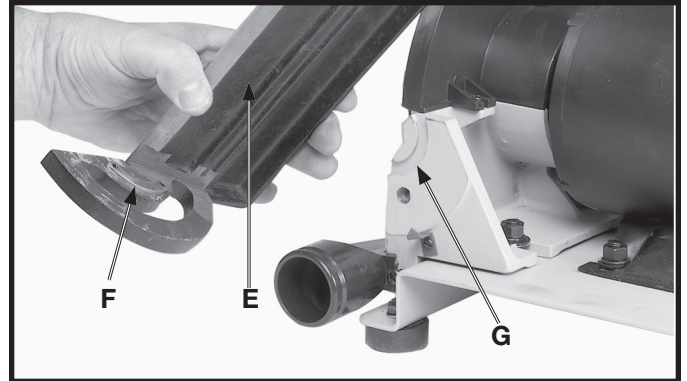

Fig. 14
3. Placer la table de la ponceuse à disque (E) fig. 14, sur la base moulée de la ponceuse à disque. S'assurer que la clé (F) du support de table soit engagée (G) dans la base moulée.